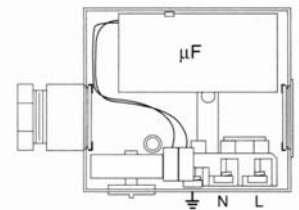

Fig. 4
- Netzanschluss entsprechend Fig. 4 ausführen.